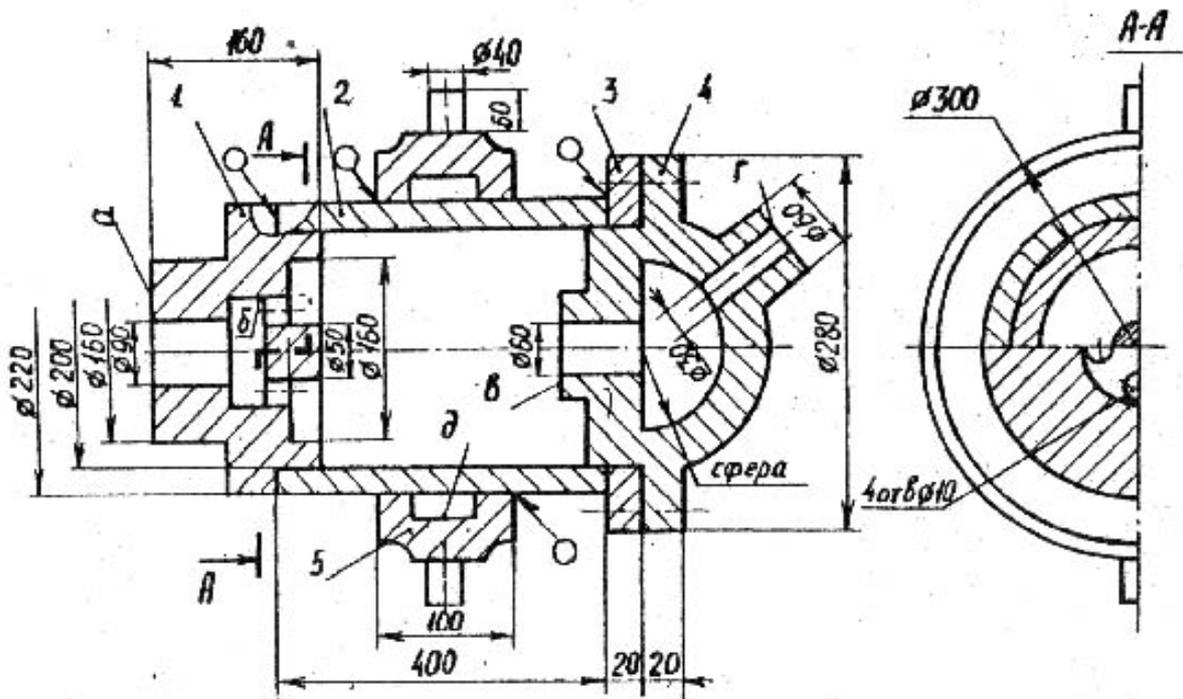

Рис. 2. Учебный узел 2
*Рис. 2.* Заготовку детали 5 (материал сталь 40Л, производство серийное) изготовить методом литья, припуски нанести на цапфы диаметром 40 мм и на поверхность, прилегающую к детали 2. Заготовку детали 1 (материал сталь 40, производство массовое) выполнить горячей объемной штамповкой, припуски на обработку - кругом. Поверхности "а", "б" и четыре отверстия диаметром 10 мм детали 1 обработать резанием. Сварить детали 1 и 2 (производство массовое).
*Рис. 2.* Заготовку детали 4 (материал СЧ20, производство единичное) получить методом литья, припуски назначить на контактируемые поверхности, поверхности "в" и "г" и отверстия диаметром 60 мм. Деталь 2 (материал сталь 40, производство массовое) изготовить методом прокатки. Привести схемы операций прокатки. Описать технологический процесс производства, привести схему устройства для нагрева заготовок под прокатку. Пункты 5, 6, 7 (с. 17) не выполнять. Поверхности "в", "г" и отверстия диаметрами 60 и 30 мм детали 4 обработать резанием. Произвести сварку изделий 2 и 5 (производство единичное). Пояснить причину образования сварочных напряжений при сварке.